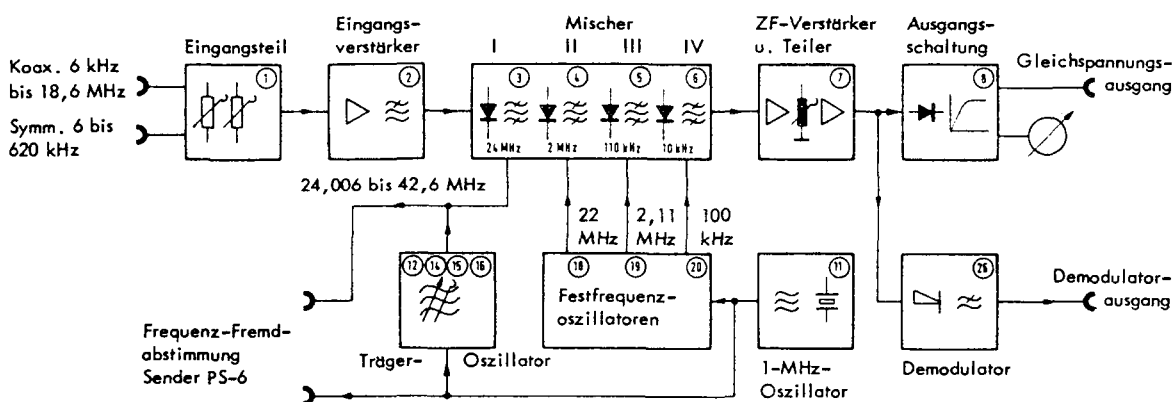

Bild 4-1 Vereinfachtes Blockschaltbild
Der Pegelmesser SPM-6 ist ein Empfänger mit Mehrfachüberlagerung und 4 Zwischenfrequenzen (Bild 4-1). Die letzte Zwischenfrequenz ist 10 kHz. Dort erfolgt die Hauptverstärkung und -selektion. Das 10-kHz-Signal wird gleichgerichtet, in einer 2-dB- oder 20-dB-Logarithmierschaltung logarithmiert, am Instrument angezeigt und parallel dazu an einen rückwirkungsfreien Gleichspannungsausgang geführt. Über einen Demodulatorausgang ist das Kontrollieren ein- oder zweiseitenbandmodulierter Signale möglich. An zwei weiteren Buchsen stehen die für die Frequenz-Fremdabstimmung des Senders PS-6 notwendigen Signale zur Verfügung.
Die Festfrequenzen 22 MHz, 2,11 MHz und 100 kHz für die Mischer II (4), III (5) und IV (6) im Überlagerungsteil (Bild 4-1) werden aus dem 1-MHz-Quarzoszillator (11) durch Teilung und Vervielfachung abgeleitet.